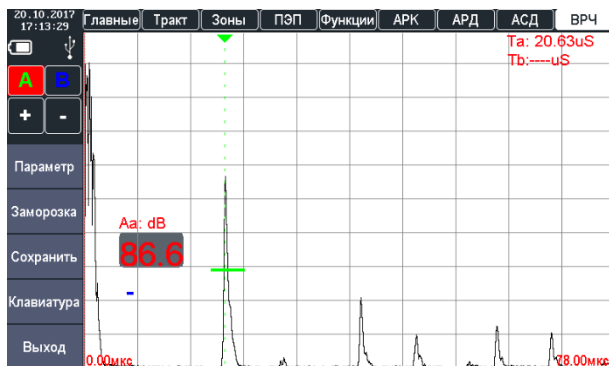

Рисунок 2.34 – Включение отображения значения амплитуды сигнала в зоне А
6. Включить отображение значения амплитуды сигнала в зоне А – Аа (рис. 2.34).